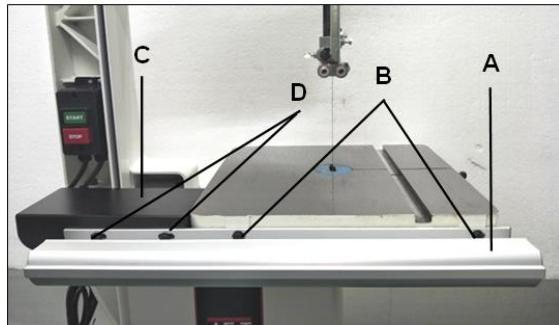

Рис. 1
2. Установите алюминиевую направляющую (A, Рис.1) на переднюю часть стола при помощи двух болтов M6x20, двух контратыб M6 и двух шайб M6 (B, Рис. 1). Не затягивайте.
3. Установите расширитель пильного стола (C, Рис.1) на направляющую при помощи двух болтов M6x20, двух контратыб M6 и двух шайб M6 (D, Рис. 1). Не затягивайте.
9. Проверьте зазор между столом и нижней частью упора. Упор не должен тереться о поверхность стола, он должен быть едва над столом. При необходимости отрегулируйте, поднимая или опуская направляющую, затем затяните два болта M6 (B, Рис. 1).
10. Проверьте, есть ли ступенька между расширителем пильного стола и столом, они должны располагаться на одной плоскости. При необходимости отрегулируйте, поднимая или опуская расширитель, затем затяните два болта M6 (D, Рис. 1).